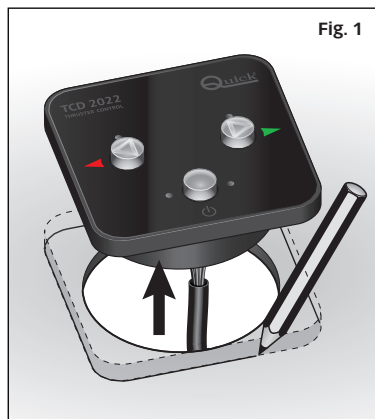

Fig. 1
- Per evitare di posizionare il comando storto, consigliamo d'inserirlo, senza togliere la carta dalla guarnizione, all'interno del foro; controllare il corretto allineamento alla plancia; (Fig. 1) tracciare con una matita il perimetro del comando; estrarre il comando.